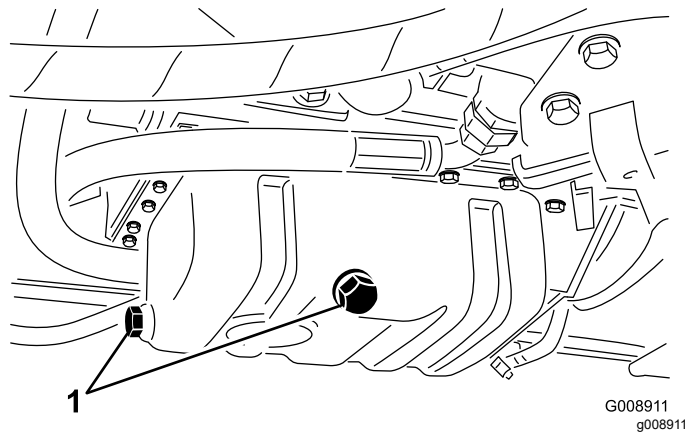

Figura 70
3. Retire cualquiera de los tapones de vaciado (Figura 70) y deje fluir el aceite a un recipiente de vaciado; cuando todo el aceite se haya drenado, instale el tapón de vaciado.